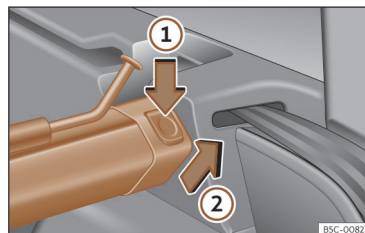

Fig. 182 Na bagageira: desmontar a rede de separação.
- Pressione o botão de desbloqueio esquerdo ou direito >>> **Fig. 182** ① no sentido da seta ①.
- Retire a carcaça do suporte no sentido da seta >>> **Fig. 182** ②.
- Pressione a carcaça nos suportes esquerdo e direito no sentido contrário ao da seta >>> **Fig. 182** ② até que encaixe. As marcas vermelhas dos botões de desbloqueio não se devem ver.